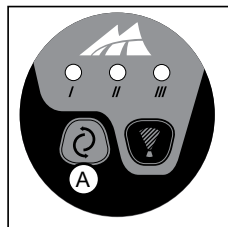

FIGURE 1
2. Laissez environ 30 secondes pour le chauffage de l'unité et passera par défaut au niveau moyen (II) de la vapeur.
3. Appuyez sur le bouton marche/arrêt rotation pour mettre en marche/arrêter la rotation (Voir figure 1, A). La direction de rotation change à chaque fois que le bouton Rotation est mis en marche. Cela contribue à augmenter la durée de vie de la brosse. La rotation peut être utilisée sans vapeur.
2. Insérez la cartouche de traitement de l'eau dans l'appareil (Voir figure 1). Alignez les deux trous sur la cartouche de traitement de l'eau avec les tenons correspondants sur le nettoyeur à vapeur rotatif. Poussez jusqu'à ce que la cartouche s'enclenche d'un coup sec.